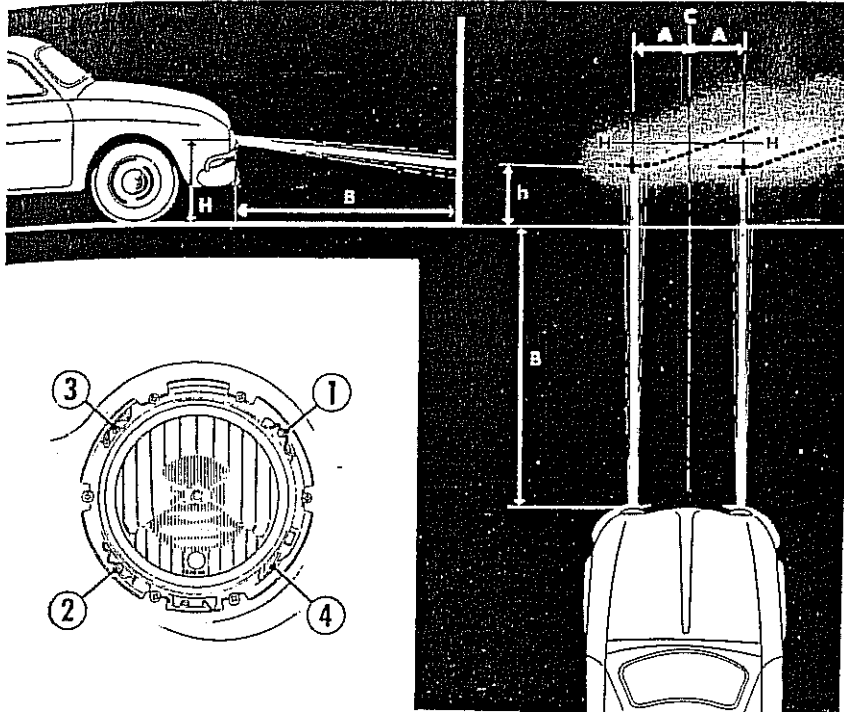

Fig. 166
- 2) Colocar el vehículo sobre un piso liso y bien nivelado frente a una superficie vertical (a 90° con el piso), de manera que los faros se encuentren a una distancia de 10 mts de aquella (B, Fig. 166).
- 3) Marcar sobre la pantalla el eje horizontal de los faros a una distancia del piso igual a la medida existente entre el centro del faro y el piso (línea H-H, Fig. 166).